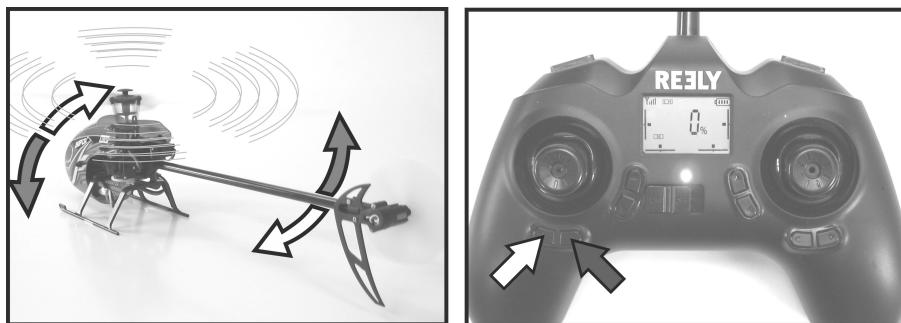

Figure 17
Si vous voulez que l'hélicoptère tourne avec le nez du fuselage vers la droite, appuyez sur le bouton de trim gauche pour la fonction Arrière (voir aussi figure 1, pos. 10) vers la gauche. Maintenez la touche enfoncée jusqu'à ce que le modèle ne tende plus à tourner vers la droite (voir flèches claires de la figure 17).
Si le nez du fuselage tourne vers la gauche, le bouton de trim droit pour la fonction Arrière doit être actionné (voir les flèches sombres sur la figure 17).
Réglez maintenant un vol stationnaire stable à l'aide des boutons de trim, comme indiqué dans les figures 17 à 19.
L'hélicoptère tourne autour de l'axe de giration (arbre du rotor).	<ul style="list-style-type: none"><li>• Ajustez les trims du modèle (voir figure 17).</li><li>• Répétez la procédure de mise en marche en veillant à ne pas déplacer ni tourner l'hélicoptère.</li><li>• Vérifier la mobilité et le fonctionnement du rotor de queue.</li><li>• Étalonnage des capteurs de position.</li><li>• Vérifiez les pales du rotor.</li></ul>